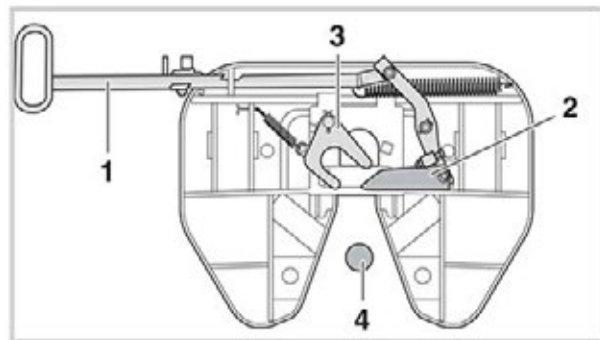

fig.8
- Ralla a perno pronta per l'aggancio (fig.8).
- Plaque d'attelage à pivot prête pour l'attelage (fig.8).